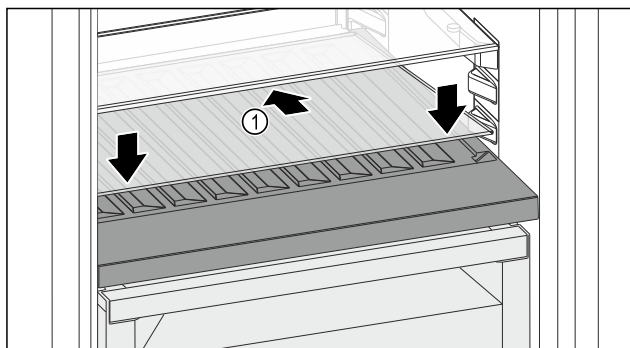

Fig. 186
- Vendosni pllakën e xhamit Fig. 186 (1) pjerrtas, dhe të anuar për poshtë në pjesën prapa.
- Ulni poshtë pllakën e xhamit Fig. 186 (1) përpara.